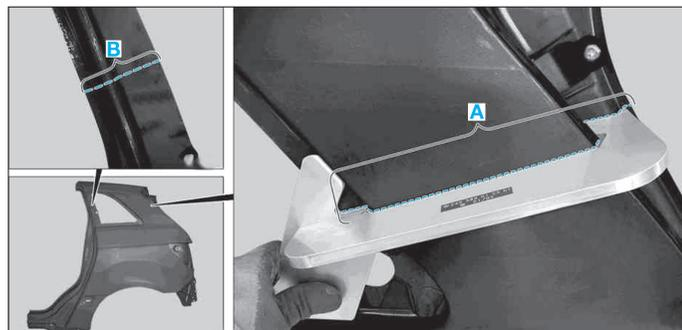

FIG. 101
- Tracer les lignes de coupe (A) et (B) (Fig.101) sur l'aile arrière neuve.